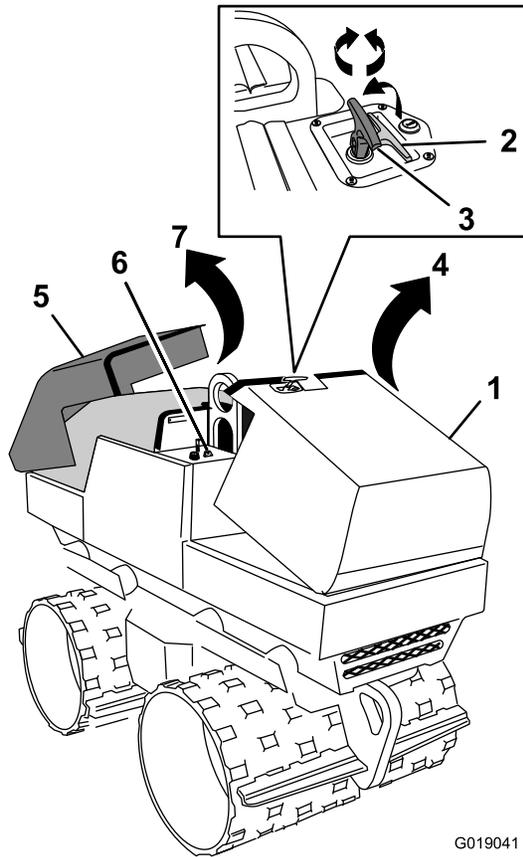

Figure 26
1. Sur le capot avant, faites pivoter la poignée de verrouillage du capot à la verticale (Figure 26).
2. Tournez la poignée de verrouillage dans le sens horaire (Figure 26).
3. Saisissez et tirez fermement la poignée de verrouillage pour dégager le capot des clips (Figure 26).
4. Relevez le capot (Figure 26).
2. Tirez fermement le capot vers le haut pour le dégager des clips (Figure 26).
3. Relevez le capot (Figure 26).
2. Abaissez le capot (Figure 26).
1. Saisissez la poignée de verrouillage et abaissez le capot (Figure 26).
3. Tournez la poignée de verrouillage dans le sens antihoraire (Figure 26).
4. Faites pivoter et abaissez la poignée à la position de rangement (Figure 26).